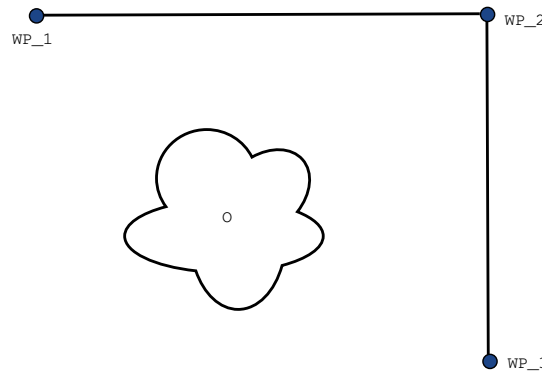

Figura 14.2: WP_1: poziția inițială, WP_2: punct via, WP_3: poziție ridicare, O: obstacol.
Exemplu Luați ca exemplu o aplicație de ridicare și plasare (vezi figura 14.2), unde robotul se află momentan la punctul de trecere 1 (WP_1), și trebuie să ridice un obiect la punctul de trecere 3 (WP_3). Pentru a evita coliziunile cu obiectul și alte obstacole (O), robotul trebuie să se apropie de WP_3 venind dinspre punctul de trecere 2 (WP_2). Astfel, se introduce trei puncte de trecere pentru a crea o cale ce îndeplinește cerințele.